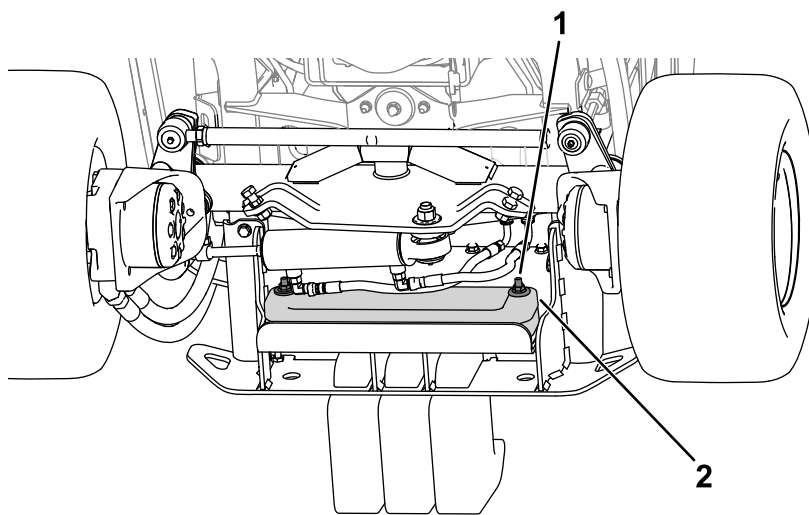

Figura 21
2. Utilizzate la bulloneria per fissare le zavorre al paraurti (Figura 21).